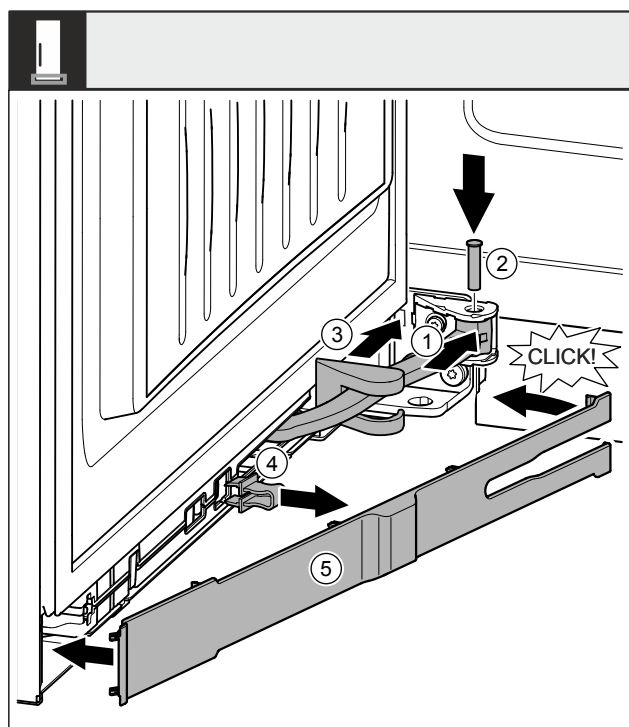

Fig. 50
- Ktheni menteshën Fig. 50 (1) në vendin e varjes.
- Futni bulonin Fig. 50 (2) me një kaçavidë në vendin e varjes dhe në menteshë. Këtu bëni kujdes që gunga ndaluese të futet saktësisht në kanal.
- ▶ Shtyni kapakun mbulues të bazamentit mbështetës *Fig. 50 (3)* përgjatë krahut të menteshës dhe montojeni mbi vendin e varjes.
- ▶ Hiqni siguresën *Fig. 50 (4)*.
- ▶ Vendosni panelin mbulues *Fig. 50 (5)* në anën e dorezës dhe shtyjeni për nga brenda.